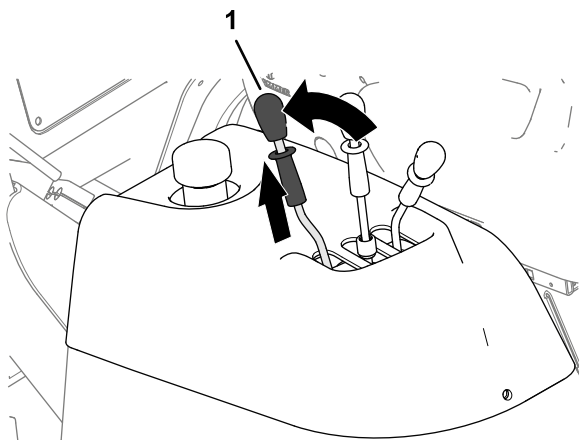

Figure 55
1. Demandez à une autre personne de tirer le levier de vidage en arrière et de le maintenir dans cette position (Figure 55).